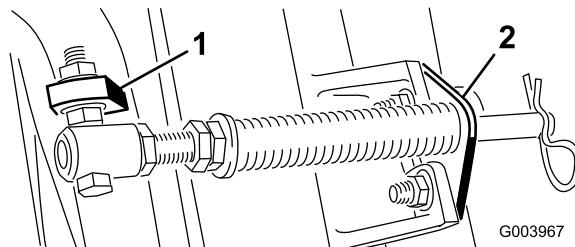

Figura 5
Nota: Posizionate la testa del bullone sul lato esterno dell'aletta, come illustrato nella Figura 5.
- D. Montate la staffa dell'asta sulle alette degli elementi di taglio usando i bulloni a testa tonda e i dadi (Figura 5).